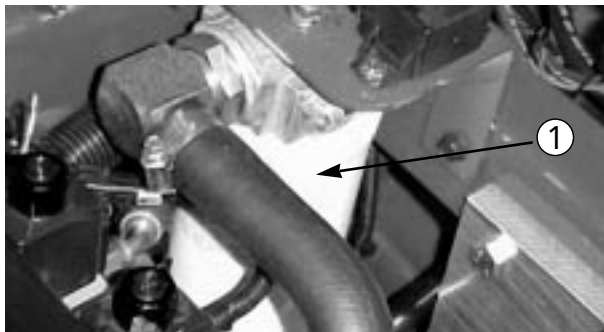

図 58
2. タンク下のドレンプラグ（図58）を開いてドレンパンにオイルを受け、排出が終わったら、プラグを元通りに閉める。